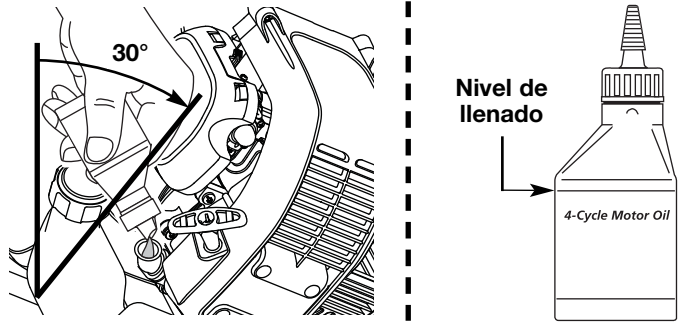

Fig. 22
4. Incline el motor 30° (Fig. 22).
la botella (Fig. 22). Mida el nivel con la varilla de medición. Si el nivel está bajo, agregue una pequeña cantidad de aceite y vuelva a medir (Fig. 22). No lo llene demasiado.